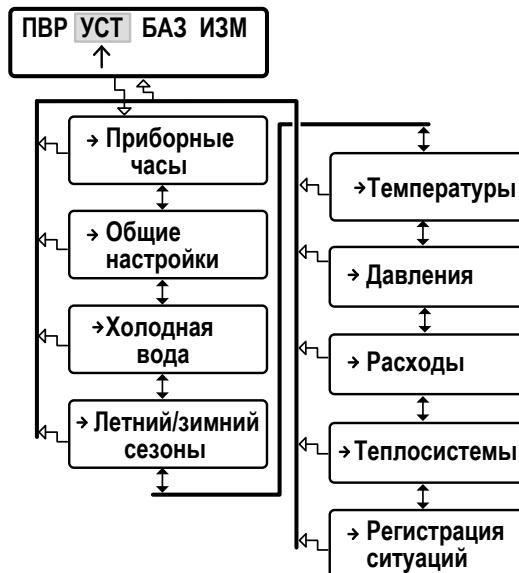

Рис.6. Структура меню «УСТ».
5.3.2.1. Для входа в подменю установочных параметров (рис.6) необходимо в основном меню кнопками , установить курсор под пунктом **УСТ** и нажать кнопку . Возможные переходы в подменю показаны на рис.6.